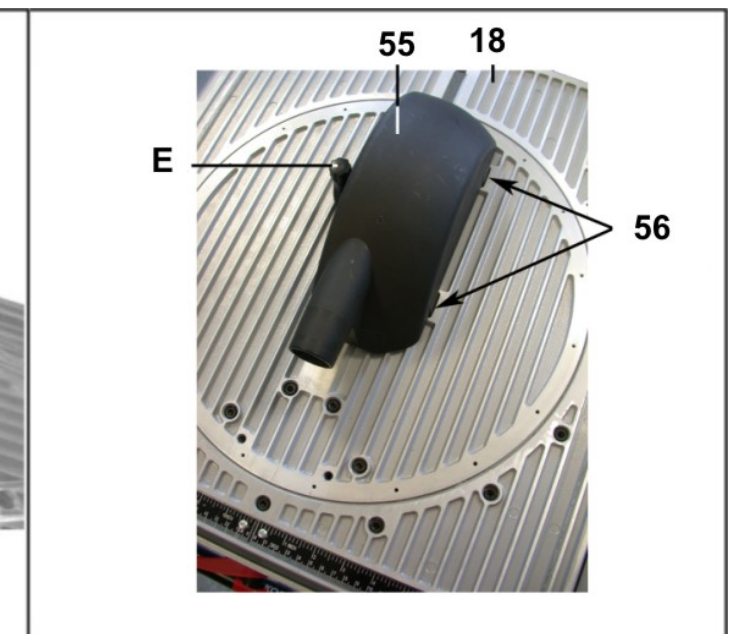

Рис.4
Храните пилу в сухом и чистом помещении при нормальной температуре. Не допускайте нагрева пилы, воздействия прямых солнечных лучей или повышенной влажности (см. Раздел 1). Во время хранения все комплектующие должны быть чистыми и сухими. Перед длительным хранением или перед транспортировкой на дальние расстояния пылесборник 52 (Рис. 2г) и кожух 55 (Рис. 4) необходимо снять и очистить от пыли и опилок (см.п.12.2).
Следите за наполнением пылесборника 52 (Рис. 2г) (см. п.12.2), регулярно снимайте и очищайте от остатков пыли и опилок кожух 55 (Рис. 4).
- В специальные пазы 56 рабочего стола 18 установите кожух 55 и зафиксируйте его винтом Е (Рис. 4);
- Установите на раструб кожуха 55 (Рис. 4) патрубок 5 (Рис. 2а). К патрубку 5 необходимо подключить систему пылеудаления – пылесос (не комплектуется);